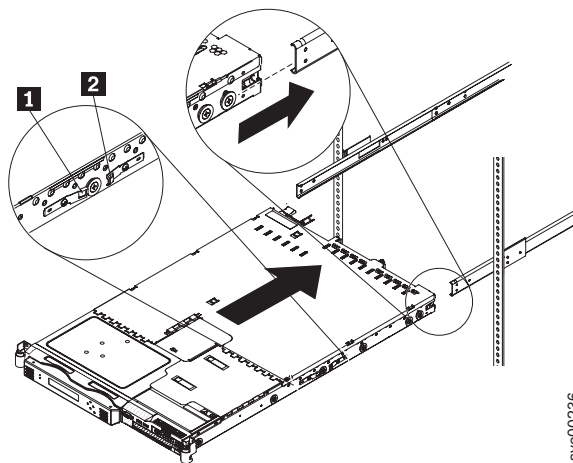

図25. ラック・スライドと SAN ボリューム・コントローラー 2145-8G4 とを位置合わせする方法
2. ノード上の 2 つの後部ホイールをスライド内の開口部に位置合わせしてから、ノードをスライドの中に押し込んで、後部スライド・リリース・ラッチ (図 25 の **2**) がカチッと音を立てて所定の位置に収まるようにします。これにより、スライド内でノードがロックされます。